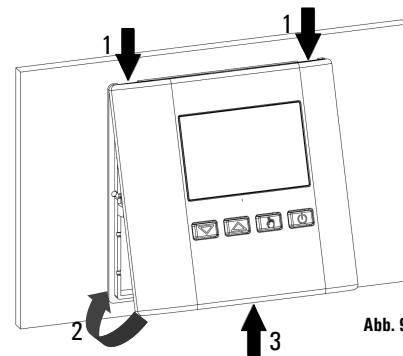

Abb. 9
- Klappen Sie nun das Gehäuseoberteil nach links (siehe Abb. 9). Drücken Sie nun die Verriegelung nach hinten und führen Sie nun das Gehäuseoberteil nach links, bis die Verriegelung einrastet.